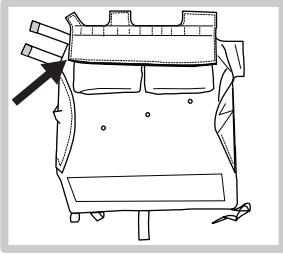

Abbildung 1
1. Bewegen Sie die Klappe so, dass sie die Innentaschen bedeckt. Sie soll die Haupt-/Außenhülle aber nicht vollständig abdecken (Abbildung 1).